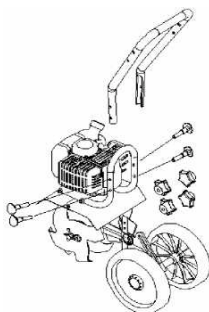

Fig. 1
Conform Fig. 1. Mai întâi, deșurubați șurubul cu cap negru, mențineți două caneluri pe cadru (II) conform celor două găuri ale cadrului (I), apoi înșurubați șurubul din exterior spre interior.
Conform Fig. 1. Mai întâi, deșurubați șurubul cu cap negru, mențineți două caneluri pe mânerului din stânga/dreapta (II) conform celor două găuri ale cadrului (I), apoi înșurubați șurubul din exterior spre interior.